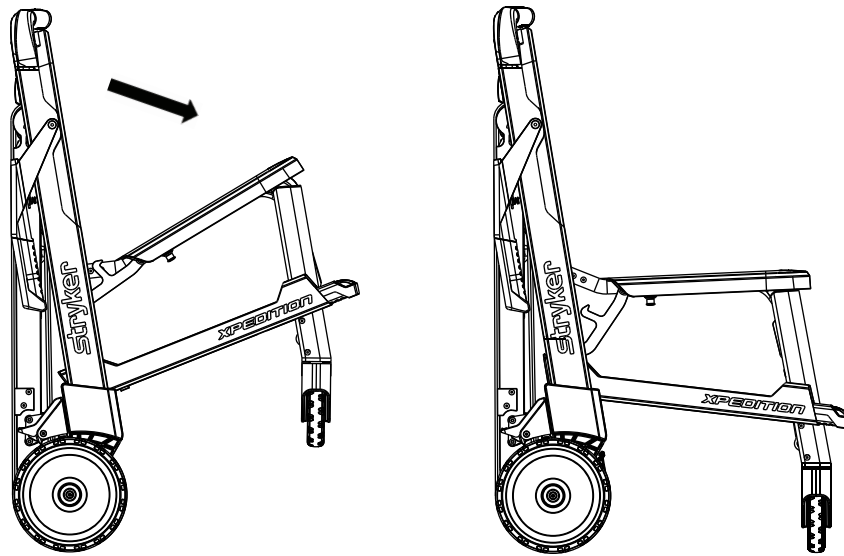

Figure 8 – Dépliage de la chaise
3. Tirer le siège vers le bas (Figure 8).